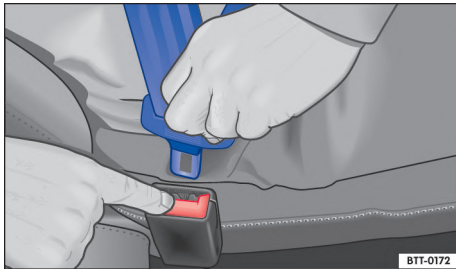

Fig. 32 Soltar la pestaña de encastre del cinturón de seguridad del cierre del cinturón.
- Presione la tecla roja en el cierre del cinturón de seguridad → fig. 32. La pestaña de encastre del cinturón de seguridad se sale hacia afuera.